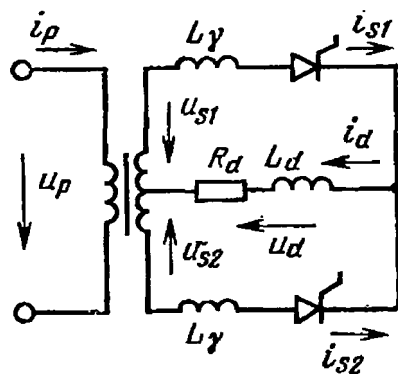

Рис. 1. Управляемый преобразователь со схемой 1Ф1Н2П
2. Постройте кривые токов i_d, i_{s1}, i_{s2} и i_p для схемы преобразователя, представленной на рис. 1, и сопоставьте их с кривой напряжения U_p , сохраняя правильными фазы; вычислите среднее значение тока i_d . Дано: $U_p = 100$ В, $f = 50$ Гц, коэффициент трансформации $k_{тр} = 1$, $R_d = 10$ Ом, $\alpha = 45^\circ$, $L_d = 0$, $L_\gamma = 0$. Трансформатор и полупроводниковые вентили идеальные.
3. Постройте кривые токов i_d, i_{s1}, i_{s2} и i_p в схеме преобразователя, показанной на рис. 1, и сопоставьте их с кривой напряжения U_p . Определите расчетную мощность трансформатора $S_{тр}$ при указанных условиях работы. Дано: $U_p = 100$ В, $f = 50$ Гц, коэффициент трансформации 1:1, $R_d = 10$ Ом, $\alpha = 45^\circ$, $L_d \approx \infty$, $L_\gamma = 0$. Трансформатор и вентили идеальные.
4. Постройте кривые токов i_d, i_{s1}, i_{s2} и i_p и напряжения U_d для преобразователя со схемой 1Ф1Н2П (рис. 1), и сопоставьте их с кривой напряжения U_p . Определите среднее значение тока нагрузки. Дано: $U_p = 100$ В, $f = 50$ Гц, $k_{тр} = 1$, $R_d = 10$ Ом, $L_d \approx \infty$, Индуктивность трансформатора $L_\gamma = 10$ мГн. Полупроводниковые вентили идеальные, $\alpha = 0$.
5. Постройте кривые токов i_d, i_{s1}, i_{s2} и i_p и напряжения U_d для преобразователя со схемой 1Ф1Н2П (рис. 1), и сопоставьте их с кривой напряжения U_p . Определите среднее значение тока нагрузки. Дано: $U_p = 100$ В, $f = 50$ Гц, $k_{тр} = 1$, $R_d = 10$ Ом, $L_d \approx \infty$, $L_\gamma = 10$ мГн. Полупроводниковые вентили идеальные, $\alpha = 45^\circ$.